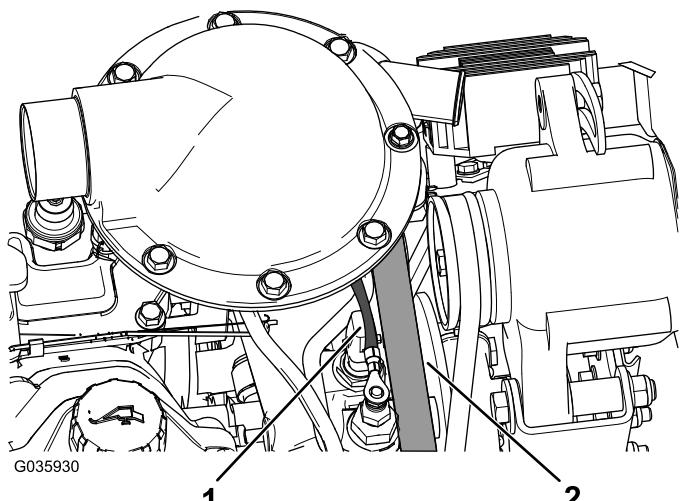

図 12
4. エンジンのクロスオーバーチューブとエンジンのワイヤハーネスがオルタネータベルトに当たらないようにケーブルタイを使って固定する図 12。